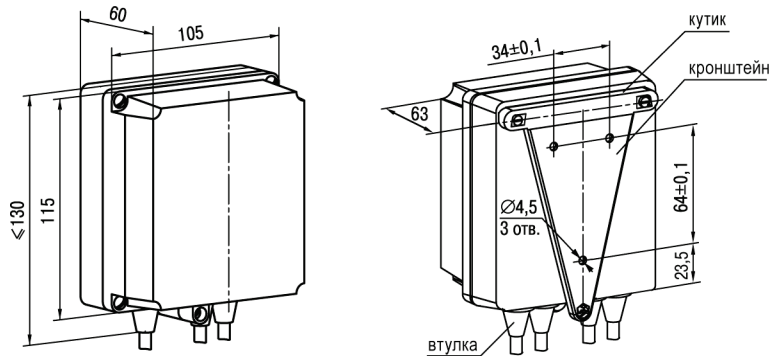

Рисунок 4.2 – Габаритні розміри корпусу Н
1. Закріпити кронштейн трьома гвинтами М4 × 20 на поверхні, що призначена для встановлення пристрою (див. *рисунок 4.2*).